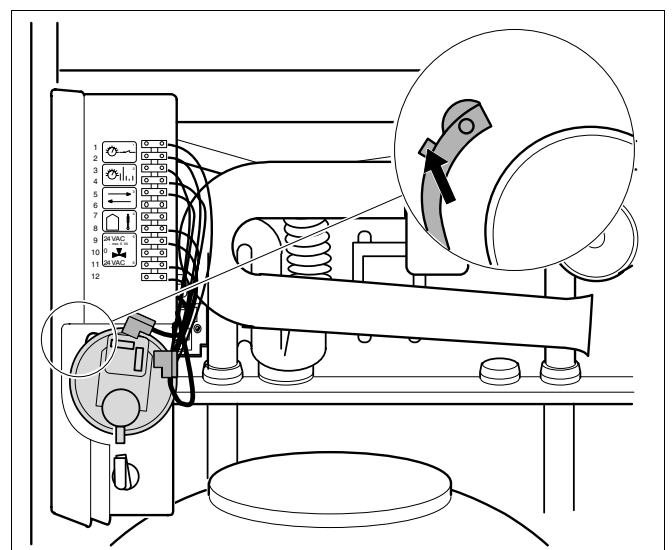
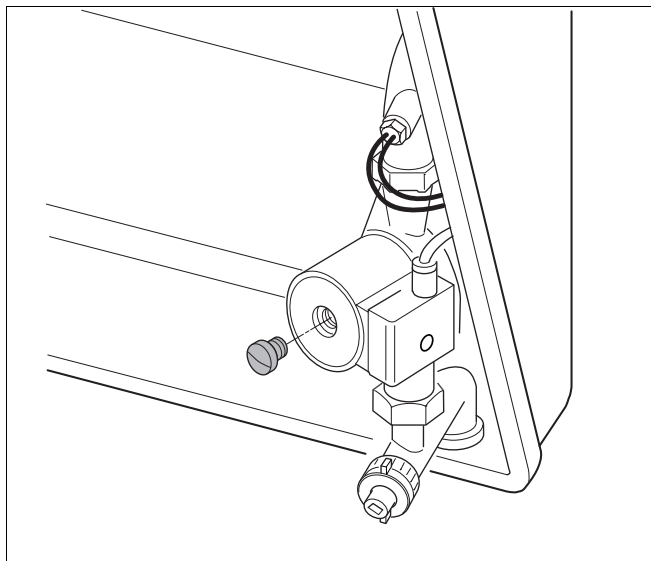

Abb. 23 Differenzdruckschalter tauschen
Abb. 24 Umwälzpumpe prüfen
- Verschlusschraube an der Pumpe aufschrauben (Abb. 24, Umwälzpumpe, Abb. 23, modulierende Pumpe).